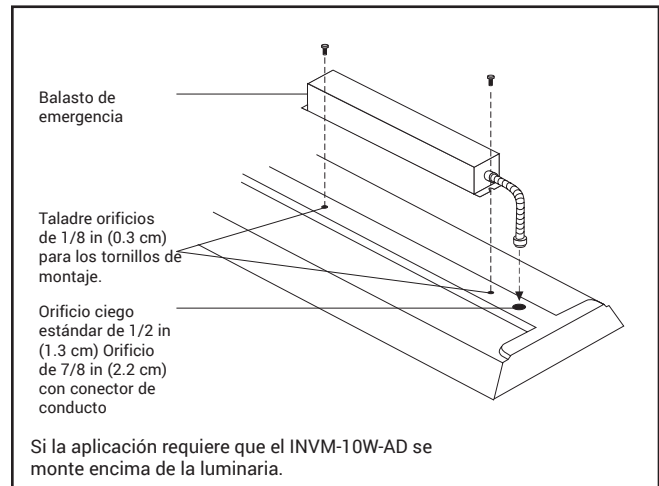

Figura 1
4. Consulte la Figura 1 para ver la instalación típica y seleccionar el método de montaje adecuado.